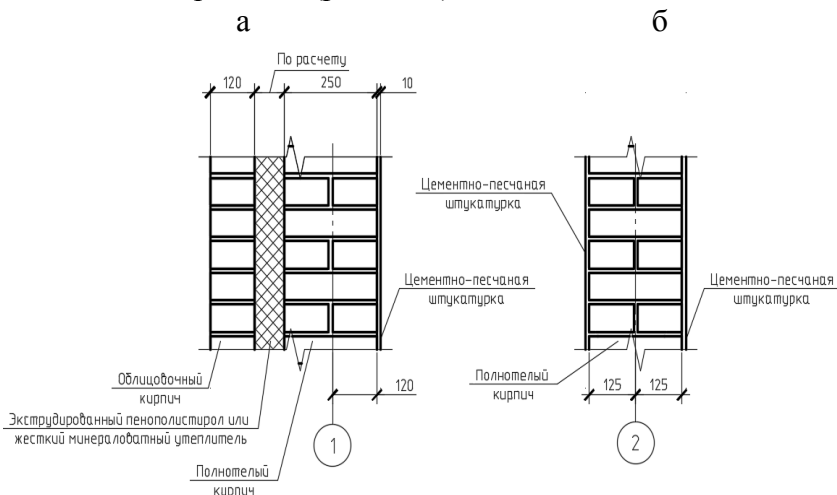
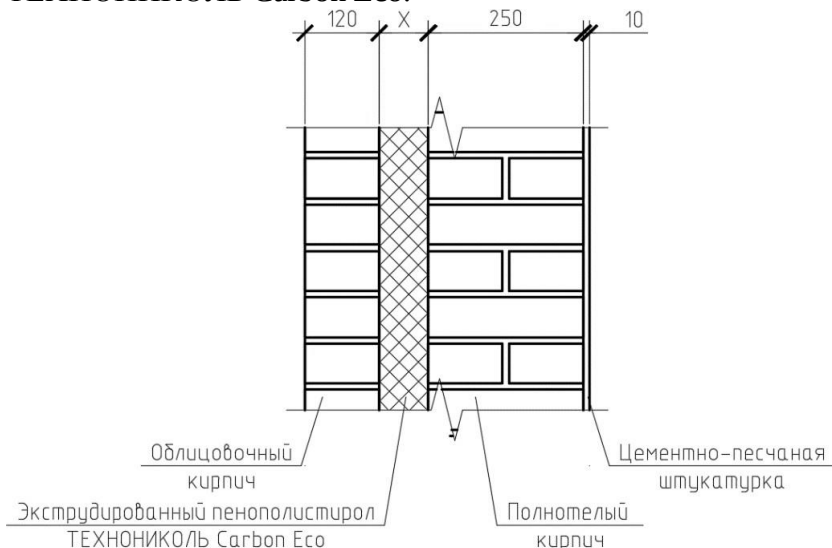

Рис. 3.3. Конструктивное решение наружных и внутренних стен и правила их привязки к координационным осям
Рис. 3.4. Разрез трехслойной стены
Привязка наружных стен к координационным осям рекомендуется принимать равной 120 мм относительно их внутренней грани несущего слоя стены (рис. 3.3а). Привязка назначается единой для всех наружных стен здания.
Привязка внутренних несущих стен здания к координационным осям должна быть центральной (рис. 3.3б).
- Толщина стен и перегородок, привязка несущих и самонесущих стен к координационным осям (рис. 3.3). В наружных стенах необходимо прорисовывать утеплитель. Конструктивные слои стен здания следует заштриховать (см. рис. 3.4). Толщину перегородок из гипсокартонных листов следует принять равной 100 мм.